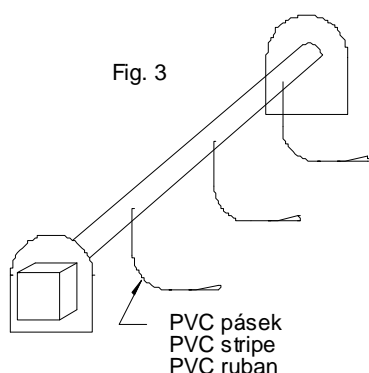
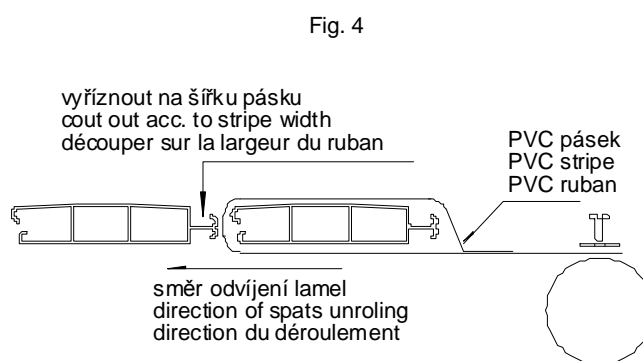

Fig. 3
Fig. 4
4. Při připevňování lamel k navíjecí tyči použijte šrouby a podložky M6. Těmi připevníte PVC pásek na navíjecí tyč (viz fig. 3). Uvolněte první lamelu a navlékněte na ní PVC pásek (viz fig. 4). Před spojením této lamely s ostatními se ujistěte, že všechny PVC pásy jsou připevněny rovnoběžně.
Při připevňování lamel k navíjecí tyči použijte šrouby a podložky M6. Těmi připevníte PVC pásek na navíjecí tyč (viz fig.3). Uvolněte první lamelu a navlékněte na ní PVC pásek (viz fig.4). Před spojením této lamely s ostatními se ujistěte, že všechny PVC pásy jsou připevněny rovnoběžně.